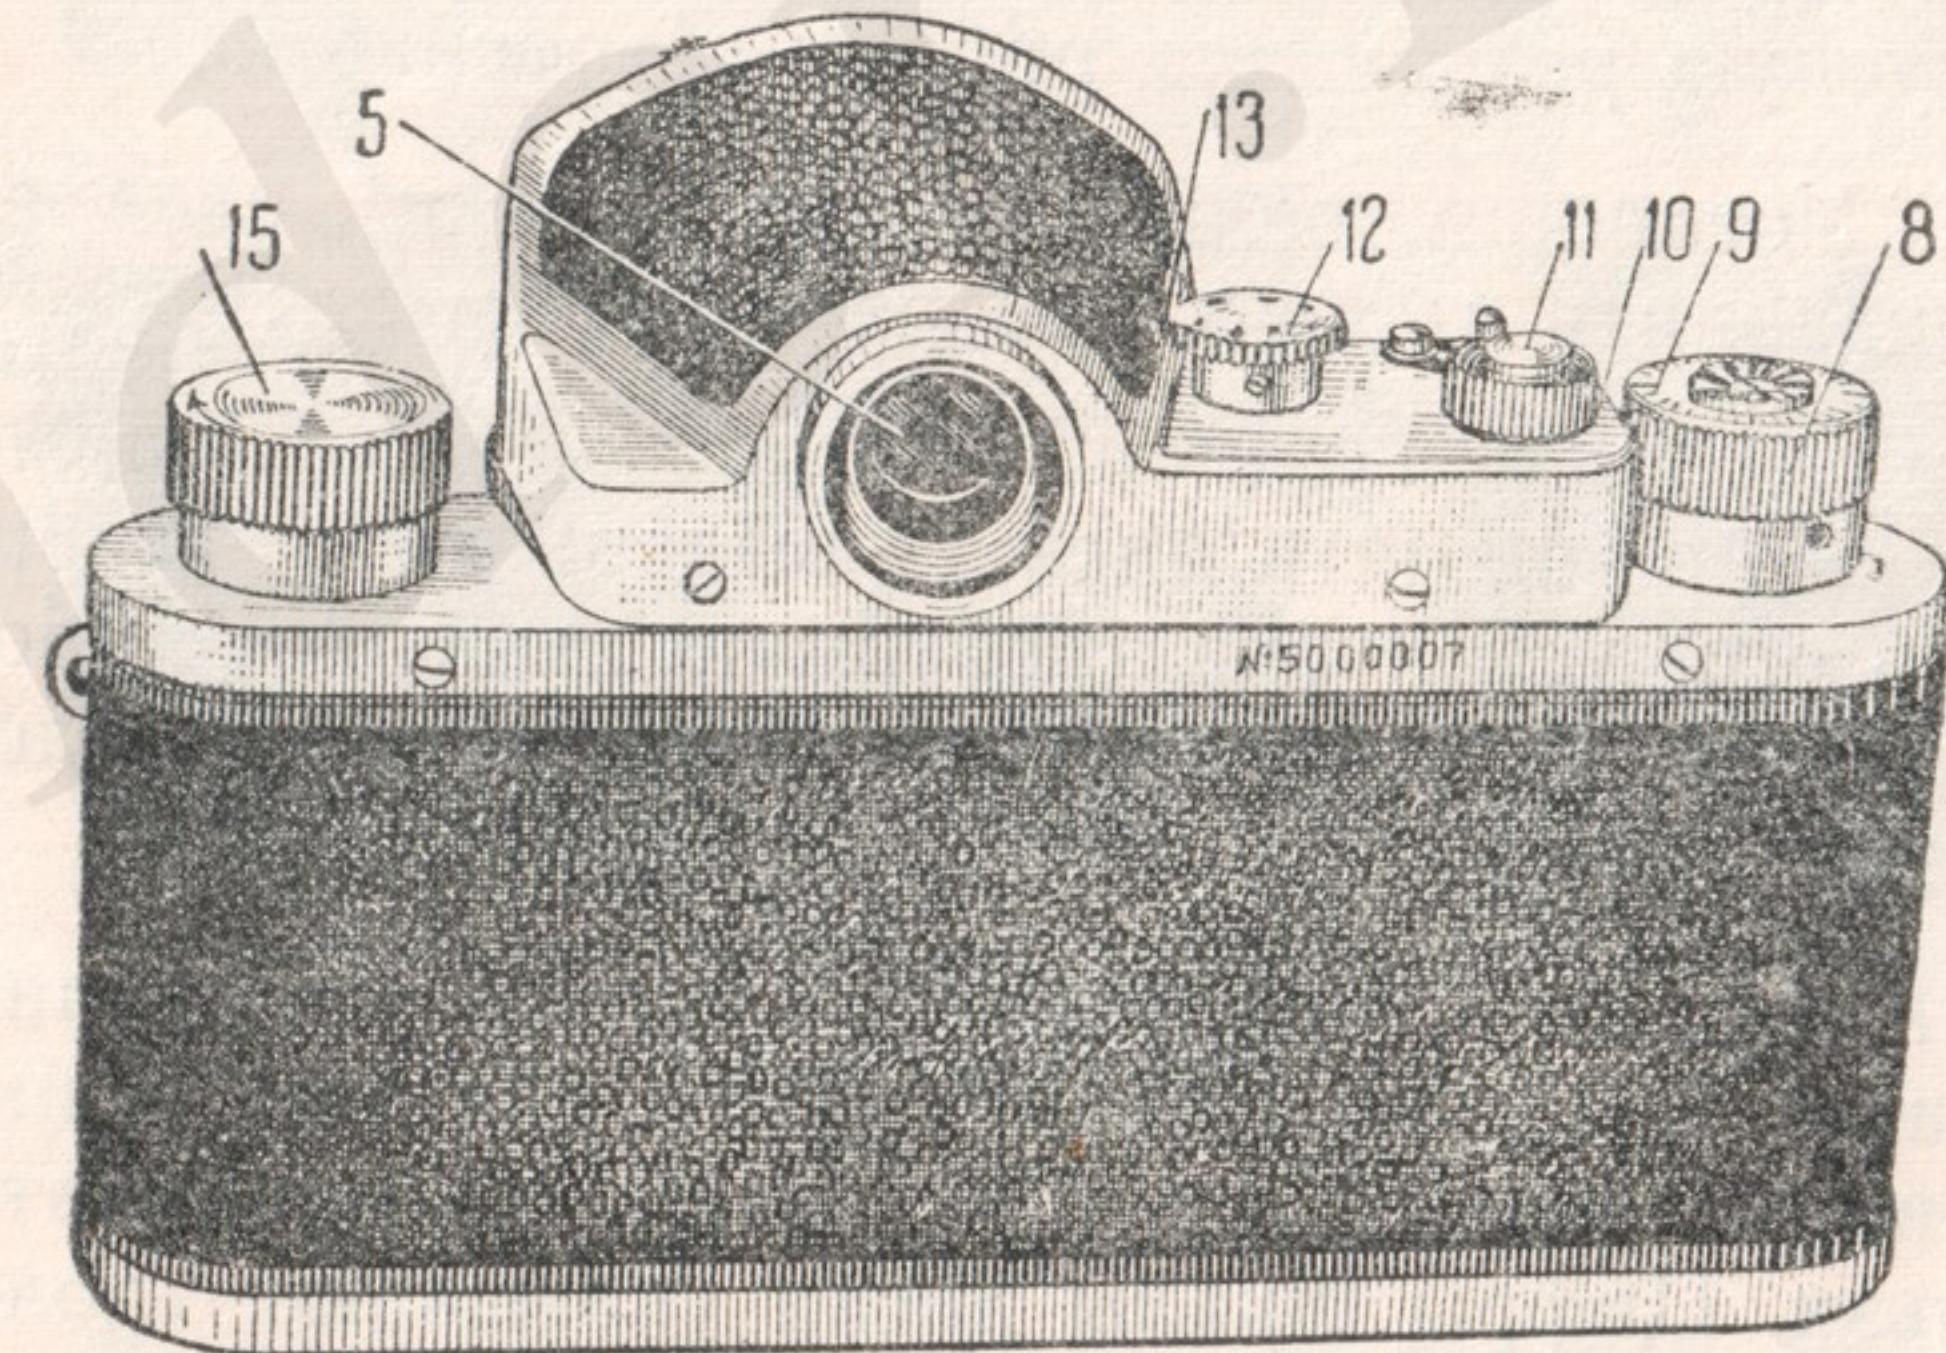

Рис. 2.
2. Головку 8 (рис. 2) заводного механизма следует вращать до отказа только по ходу стрелки, награвированной на крышке. При этом пленка подается вперед на 1 кадр. Одновремен-
6. Для подачи к кадровому окну незасвеченной части пленки заведите два раза механизм, нажимая каждый раз после завода на спусковую кнопку 11 (рис. 2). При заводе механизма наблюдайте, вращается ли головка обратной перемотки 15.
(Рис. 2, 3 и 4)
(Рис. 2, 3 и 6).